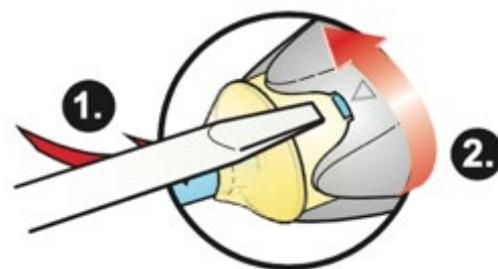

Figure 8 : Déblocage de la protection de verrouillage
1. Desserrer la protection de verrouillage à l'aide d'un tournevis (voir Figure 8)